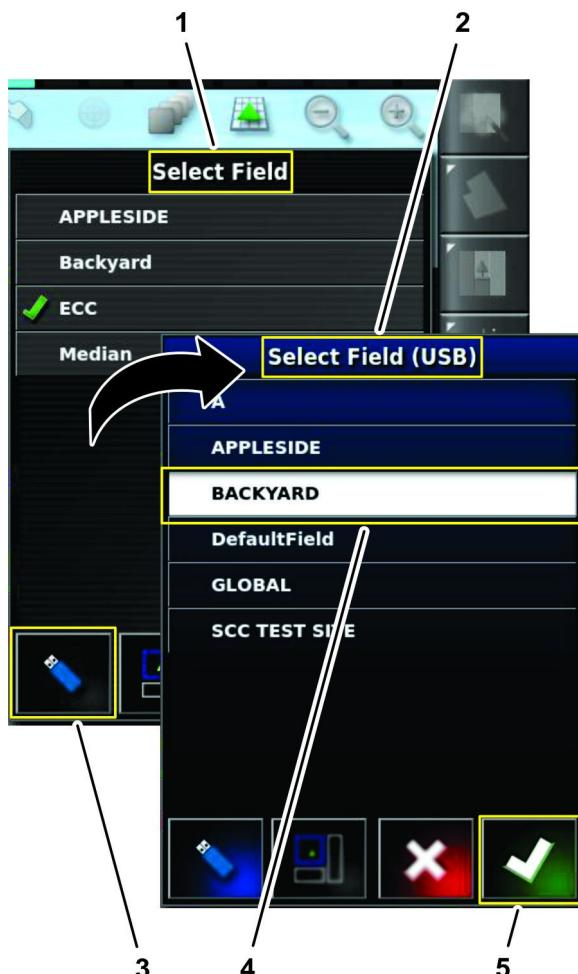

Figura 36
- Nell'elenco Seleziona campo, premete l'icona Commuta (Figura 36).
- Nell'elenco Seleziona campo, premete l'icona Campo per il campo che state irrorando, quindi premete l'icona Conferma (Figura 36).